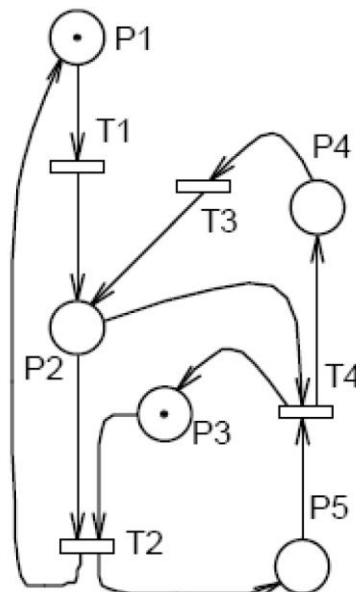

Figure 2.
1. Donnez la matrice d'incidence du RdP de la Figure 2.